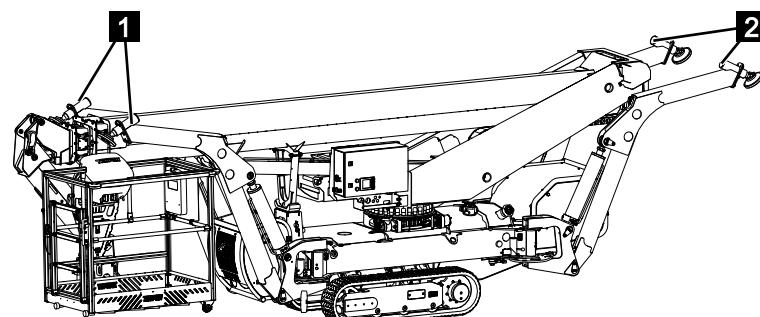

Abb. 147
- Abstützung eins und vier (Abb.147/1) befinden sich in Transportstellung 1.
- Abstützung zwei und drei (Abb.147/1) befinden sich in Transportstellung 2.